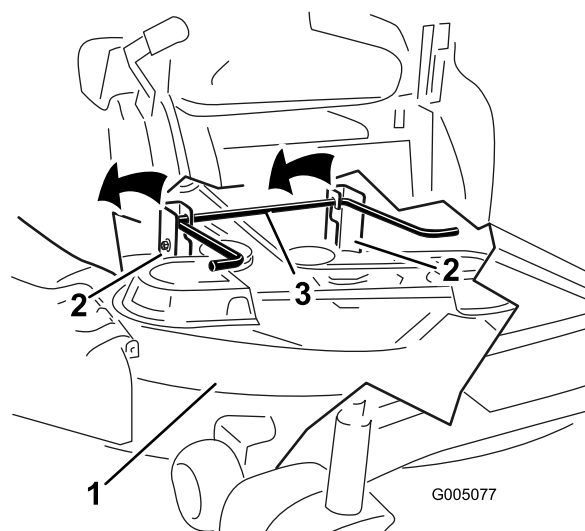

Bild 66
5. Heben Sie das Mähwerk und die Hängeprofile über die hintere Hubstange und senken Sie das Mähwerk vorsichtig auf den Boden ab (Bild 66).
5. Heben Sie das Heck des Mähwerks an und führen Sie die Hängeprofile über die hintere Hubstange (Bild 66).